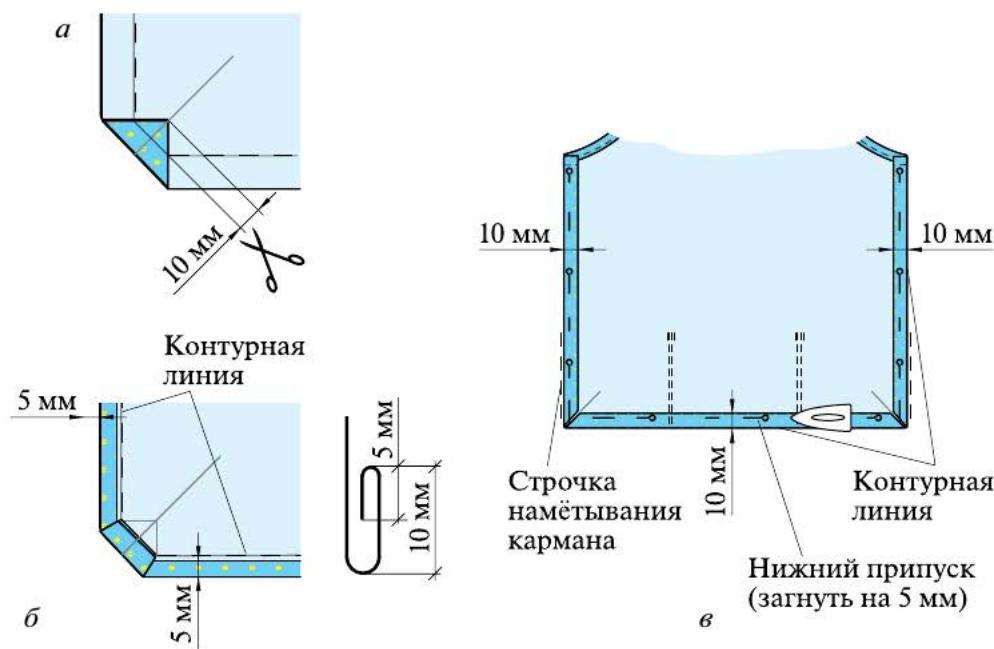

Рис. 6.54. Обработка нижнего и боковых срезов нижней части фартука
1. Заутюжьте углы фартука на изнаночную сторону (рис. 6.54, а). Конец каждого угла подрежьте на 10 мм для
2. На нижней части фартука загните нижний припуск и боковые припуски на изнаночную сторону на 5 мм, **затюжьте** (рис. 6.54, *б*). Загните нижний и боковые припуски второй раз на 10 мм (т. е. точно по контурной линии), затюжьте, а затем заколотите булавками. В углах припуски должны быть уложены, как на рисунке 6.54, *в*. Углы в нижней части фартука уложите так, чтобы припуски (нижний и боковой) не находили друг на друга. Удалите строчку намётывания кармана.